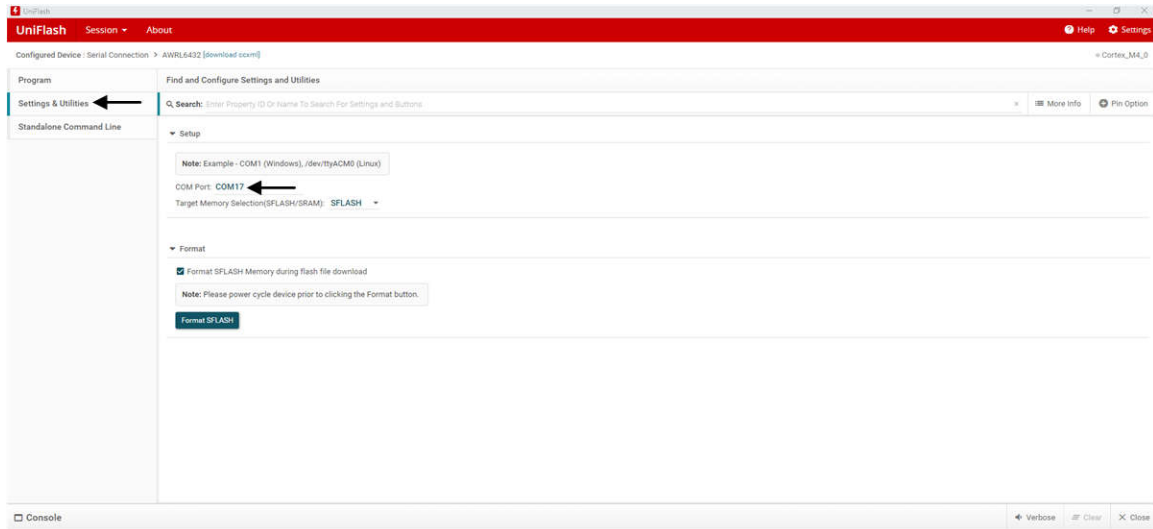

図 3-5. COM ポートの入力
6. UniFlash ソフトウェアに戻り、デバイス マネージャーで確認した COM ポート番号を入力します。その後、ウィンドウの左側にある [Program] メニューをクリックし、前のメニューに戻ります (図 3-5 を参照)。